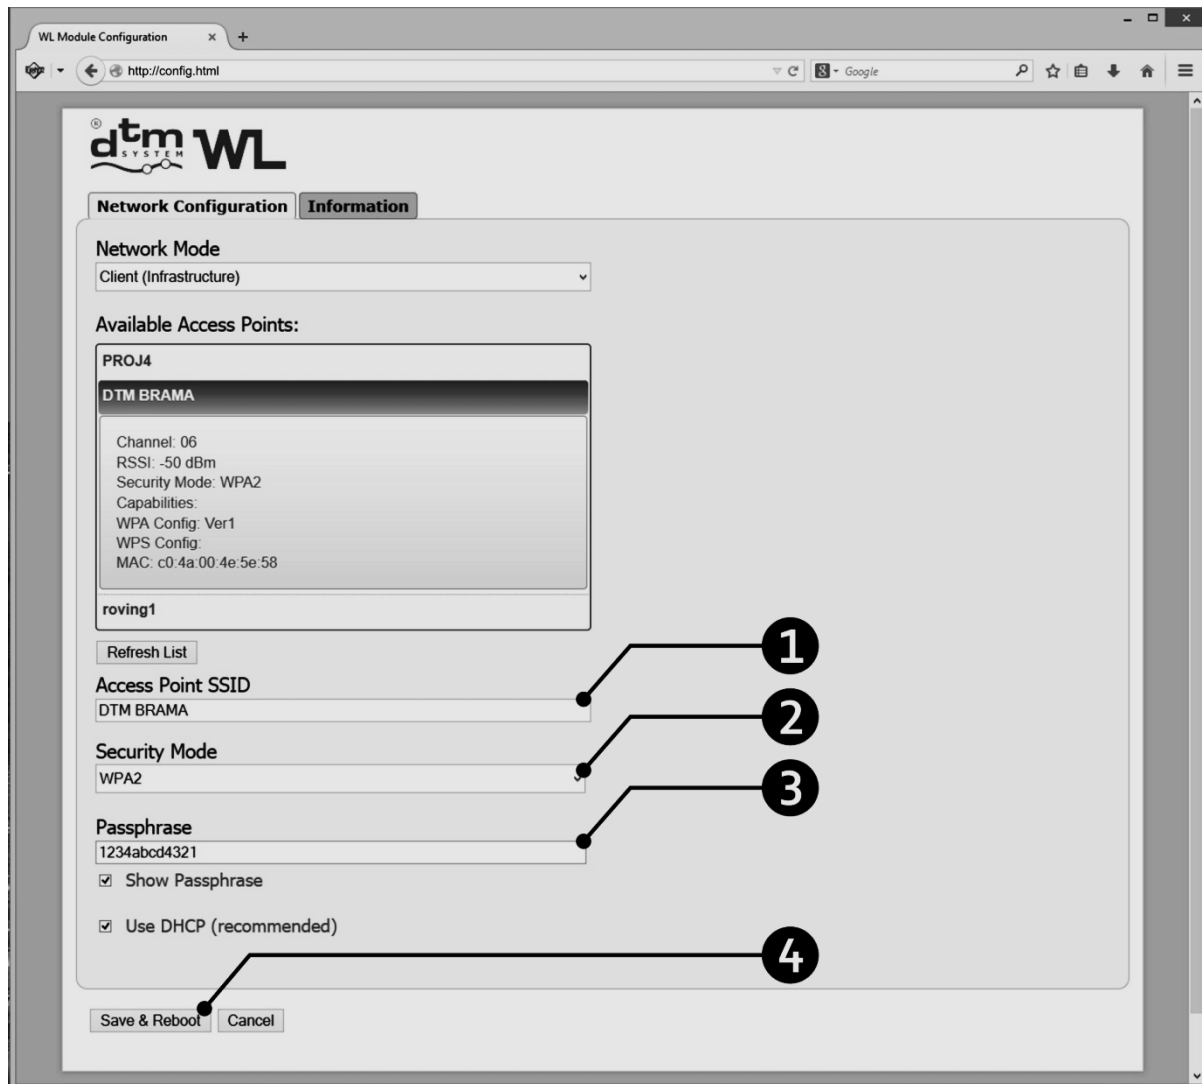

Abb. 7 Ansicht des Konfigurationspanels der Karte WL mit dem gewählten Netz und dem Passwort.
- Bezeichnung des Netzes Wi-Fi - AccesPoint SSID, (Pos.1, Abb.7).
- Verschlüsselungsart - Security Mode, (Pos.2, Abb.7).
- **Schritt 7:** das Passwort angeben - Passphrase, (Pos.3, Abb.7).
- **Schritt 8:** falls alle Felder richtig ausgefüllt werden, dann klicken wir auf die Taste 'Save & Reboot' (Pos.4, Abb.7). Die richtig konfigurierte Karte sollte nach dem Reset eine Verbindung mit dem Router anknüpfen.